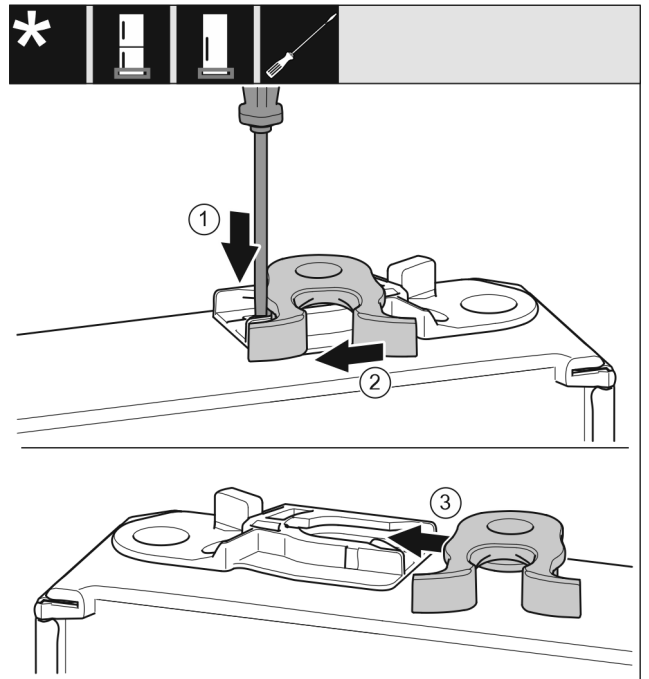

Fig. 24 *
- ▶ Nyomja le a fedőlemezt Fig. 24 (1) lapos csavarhúzóval.*
- ▶ Húzza ki a záróhorgot Fig. 24 (2) a vezetősínből.*
- ▶ Tolja be a záróhorgot Fig. 24 (3) a másik oldalon lévő vezetősínbe.*